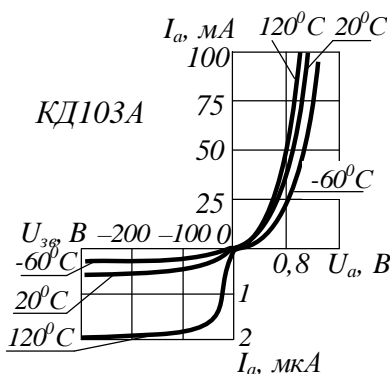

Рис. 10.3
**10.1.** За вольт-амперною характеристикою кремнієвого випрямного діода КД103А при  $t = 20^\circ\text{C}$  (рис. 10.3) визначити опір постійному струму при прямому вмиканні для напруг 0,4; 0,6; 0,8 В. Побудувати графік залежності  $R_d = f(U_{пр})$ .
**10.2.** Використовуючи вольт-амперну характеристику діода КД103А при  $t = 20^\circ\text{C}$  (рис. 10.3), визначити опір постійному струму при зворотному вмиканні для напруг  $U_{зв} = -50; -100; -200 \text{ В}$ . Побудувати графік залежності  $R_d = f(U_{зв})$ .
**10.3.** Побудувати графічні залежності опору постійному струму діода КД103А при прямому вмиканні від температури навколишнього середовища, використовуючи характеристики, зображені на рис. 10.3, для  $U_{пр} = 0,4; 0,6; 0,8$  В.
**10.4.** Використовуючи вольт-амперну характеристику діода КД103А при  $t = 20^\circ\text{C}$  (рис. 10.3), визначити диференціальний опір і крутизну прямої вітки для напруги  $U_{пр} = 0,8$  В.
**10.5.** Визначити диференціальний опір і крутизну зворотної вітки вольт-амперної характеристики діода КД103А при  $t = 20^\circ\text{C}$  (рис. 10.3) для напруги  $U_{обр} = -50$  В.
**10.6.** Побудувати графік залежності опору постійному струму діода КД103А при зворотному вмиканні від температури навколишнього середовища, використовуючи вольт-амперні характеристики (рис. 10.3), для напруги  $U_{обр} = -50; -100$  В.
**10.7.** За вольт-амперними характеристиками діода КД103А (рис. 10.3) визначити зміни прямого струму при зміні температури від  $-60$  до  $+120^\circ\text{C}$  для значень  $U_{пр} = 0,4; 0,6; 0,8, 1$  В.
**10.8.** За вольт-амперними характеристиками діода КД103А (рис. 10.3) визначити зміну зворотного струму при зміні температури від  $-60$  до  $+120^\circ\text{C}$  для значень  $U_{обр} = -50; -100; -200$  В.
**10.12.** У скільки разів зміниться прямий струм діода КД103А при збільшенні температури від  $-60$  до  $120^\circ\text{C}$  для  $U_{пр} = 0,4; 0,6; 0,8$  В? Вольт-амперні характеристики діода КД103А наведені на рис. 10.3.
**10.13.** Використовуючи вольт-амперні характеристики діода КД103А (рис. 10.3), визначити зміну зворотного струму діода при збільшенні температури від  $-60$  до  $120^\circ\text{C}$  для значень  $U_{зв} = -50; -100; -200$  В.